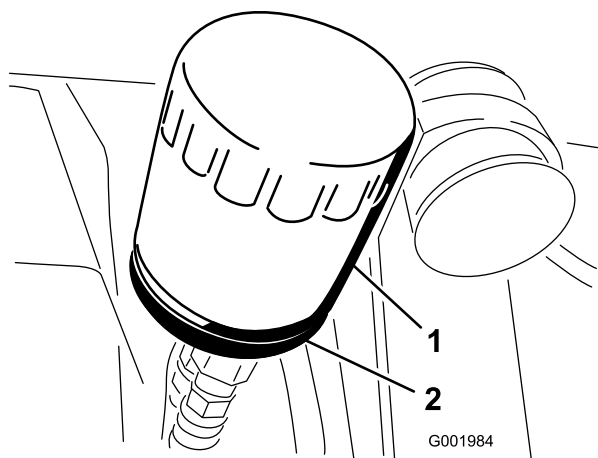

Figura 49
2. Retire el filtro de aceite (Figura 49).
reloj hasta que la junta de goma entre en contacto con el adaptador del filtro, luego apriete el filtro 1/2 de vuelta más (Figura 49).